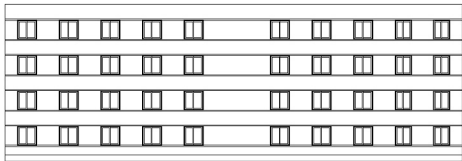

图 4.21 阵列生成 7 ~ 10 轴线所有 1800mm × 1800mm 的窗洞口
(2) 使用【阵列】命令生成 7 ~ 10 轴线之间 1 ~ 4 层的 1800mm × 1800mm 窗洞口。【阵列】对话框的参数设定为：4 行、3 列、行偏移 3300、列偏移 3900，结果如图 4.21 所示。